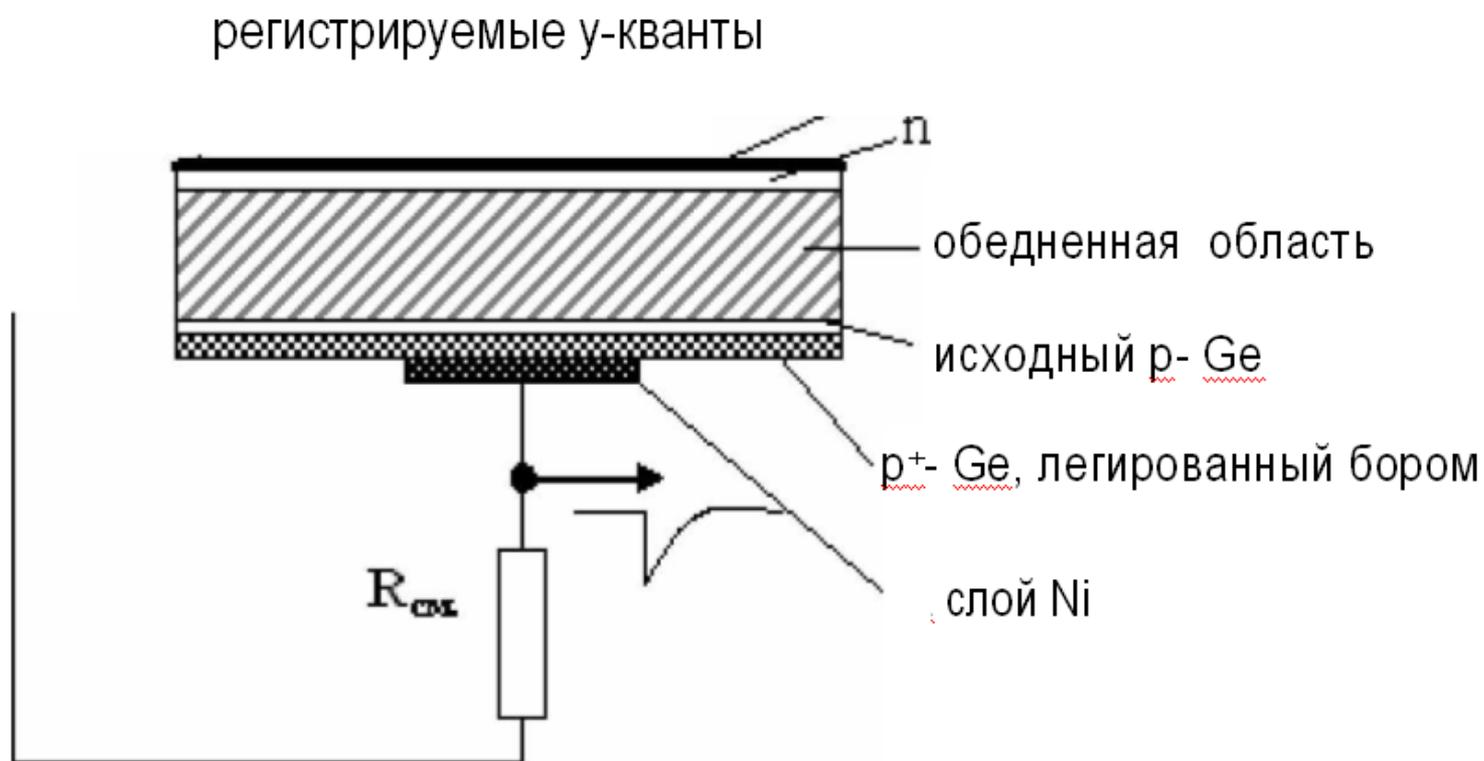

Рис. 2 Структура $HPGe$ -детектора
- Из монокристалла сверхчистого германия p-типа (германий, легированный галлием), с концентрацией примесей не превышающей $\sim 10E10$ см⁻³ вырезается необходимая заготовка, поверхности которой шлифуются и травятся в смеси плавиковой и азотной кислот. На одной из сторон заготовки, которая будет тыльной стороной детектора, создается омический контакт. Это достигается легированием исходного материала ионами бора с энергией ~ 10 кэВ, в результате чего в приповерхностной области образуется слой p^+Ge с низким удельным сопротивлением. На этот слой либо напыляют в вакууме золото, либо осаждают никель из раствора и припаивают тонкий электрод. На лицевую сторону заготовки напыляют в вакууме металлический литий и проводят его диффузию при температуре ~ 300 °С в течение ~ 10 мин. В результате диффузии лития на глубину < 1 мкм образуется $p-n$ переход. Затем на эту сторону заготовки напыляют слой золота и припаивают тонкий электрод. Схематическая структура подобного детектора показана на рис. 2. Подавая на $p-n$ переход обратное смещение, добиваются расширения области, обедненной свободными равновесными носителями заряда (рабочего объема детектора), практически на всю толщину заготовки